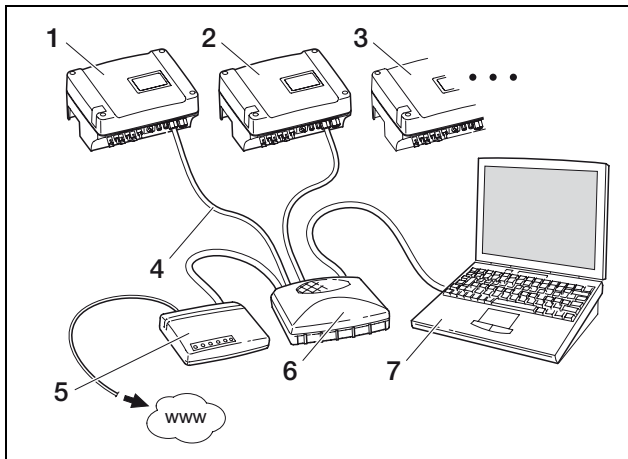

Abbildung 49: Netzwerkeinstellungen mit manueller Netzwerkkonfiguration bei externem DSL-Router, Subnetzmaske: 255.255.255.0, ☒ externer Router
- Oder Sie betreiben den Wechselrichter an einem DSL-Anschluss mit Router und wollen sich von außerhalb über den Router mit dem Wechselrichter verbinden (Abbildung 49).